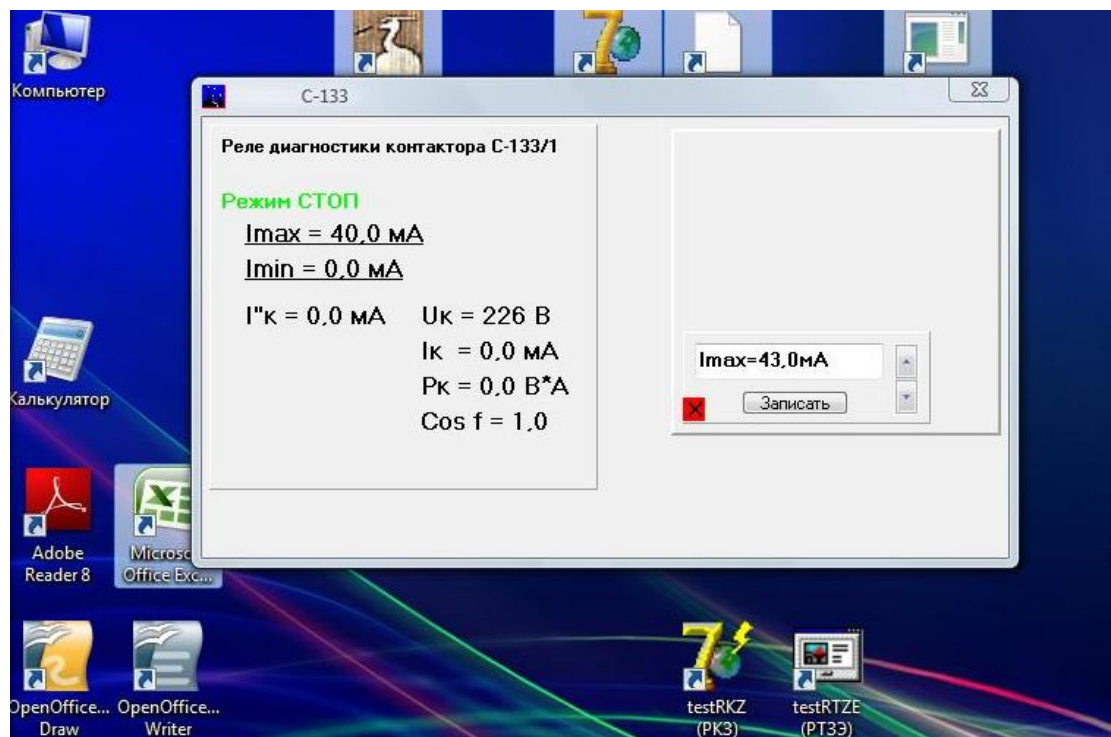

Рисунок 5 – окно корректировки уставок СМАРТРЕЛЕ C-133
8.4.4 Установить значения уставки **Imax** на 5-10% больше зафиксированного значения тока **Iк**, для чего нажать на уставку **Imax**. В открывшемся дополнительном окне (рис.5) установить необходимое значение **Imax** и закончить операцию нажатием кнопки "Записать".
8.4.5 Установить значения уставки **Imin** на 5-10% меньше зафиксированного значения тока **Iк**, для чего нажать на уставку **Imin**. В открывшемся дополнительном окне (рис.5) установить необходимое значение **Imin** и закончить операцию нажатием кнопки "Записать".